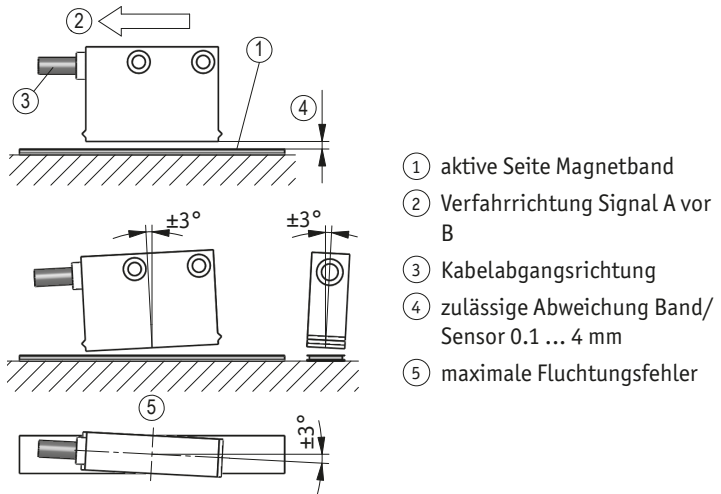

Abb. 6: Definition der Zählrichtung mit Magnetband und Montage Sensor/Magnetband, Abstandsmaße, Toleranzen
► Auf richtige Ausrichtung des Magnetsensors achten, damit die optimale Abtastung gewährleistet ist (siehe **Abb. 6**).
- Die Abstandstoleranzen wurde nicht über die gesamte Messstrecke eingehalten (siehe Abb. 6).
- Der Magnetsensor ist mit der aktiven Seite vom Band abgewandt montiert (siehe Abb. 6).